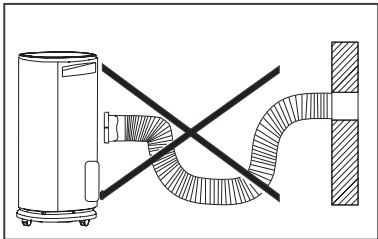

Рис. 12
- 5. При подсоединении шланга-воздуховода и изменении его длины не допускайте провисаний и изгибов (см. рис. 12).